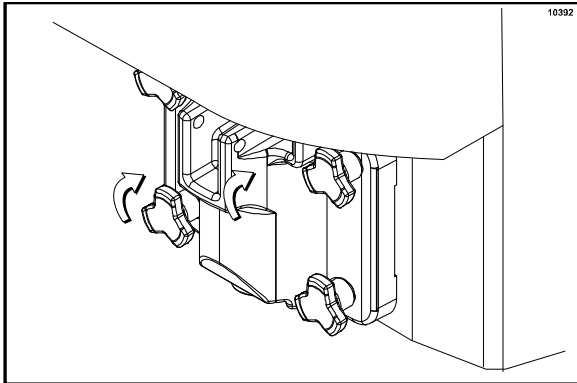

Abbildung 138
10. Bauen Sie den Frontverschluss an. Die U-Stange durch das Rührwerk hindurch in den Gefrierzylinder hineinschieben. Den Frontverschluss auf den Stehbolzen am Gefriergerät in Stellung bringen und die Handschrauben anbringen. In einem kreuzförmigen Muster abwechselnd gleichmäßig anziehen, so dass der Frontverschluss gleichmäßig und fest anliegt. (Siehe Abbildung 138.)